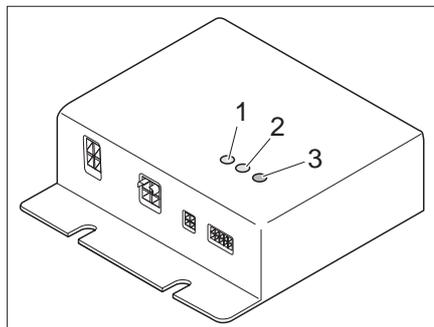

Bild 218 Regelgerät
Das Regelgerät (Bild 218) ist im Kleiderschrank eingebaut. Die Kontroll-Leuchten auf dem Regelgerät haben folgende Bedeutung:
- Kontroll-LED (Bild 218,1) HK1 leuchtet grün: Heizkreis 1 ist in Betrieb
- Kontroll-LED (Bild 218,2) HK2 leuchtet grün: Heizkreis 2 ist in Betrieb
- Fehler-LED (Bild 218,3)